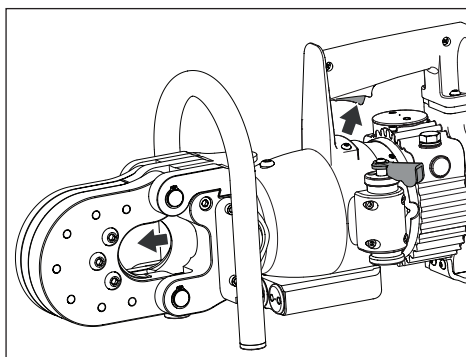

Figura 6, Avanzamento pistone
- Con la leva in posizione 1, tenere premuto l'interruttore per fare avanzare il pistone e fare scorrere la lama mobile in avanti. Vedere la figura 6.